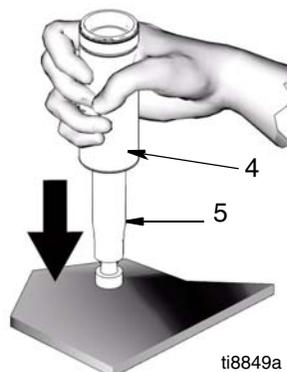

FIG. 5
5. (Fig. 5) Remova a haste do pistão (5) da manga (4).